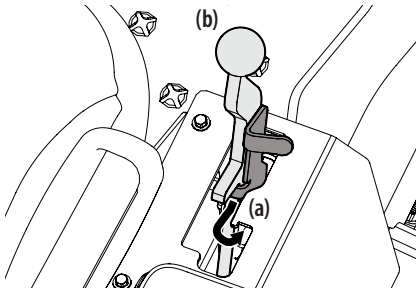

Figura 1
1. Para conectar la derivación de la transmisión, tire de la palanca de derivación de la transmisión (a) situada a la derecha del asiento del operador (junto a la palanca del freno de estacionamiento (b)), hacia atrás y hacia la muesca situada en el lado derecho de la ranura. Consulte la Figura 1.